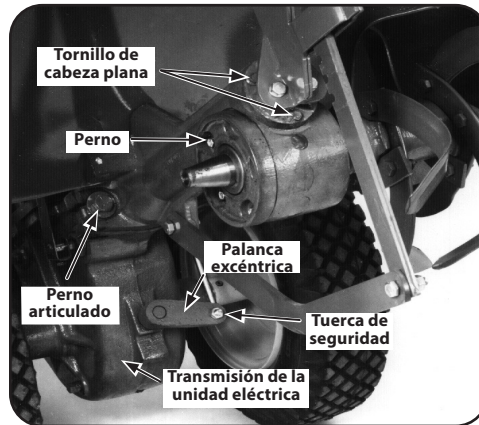

Figura 5-3
- Los tres tornillos hexagonales de cojinete trasero están ubicados debajo del soporte de montaje del regulador de profundidad. Si alguno está flojo, puede causar una pérdida de aceite o juego longitudinal del eje de la transmisión. Consulte la Figura 5-3.
- Compruebe la tuerca de seguridad que sujeta el enlace de cambio a la palanca de cambio excéntrica. Consulte la figura 5-3. No ajuste la tuerca de seguridad contra la palanca excéntrica. Debe quedar muy cerca de la palanca pero sin tocarla.